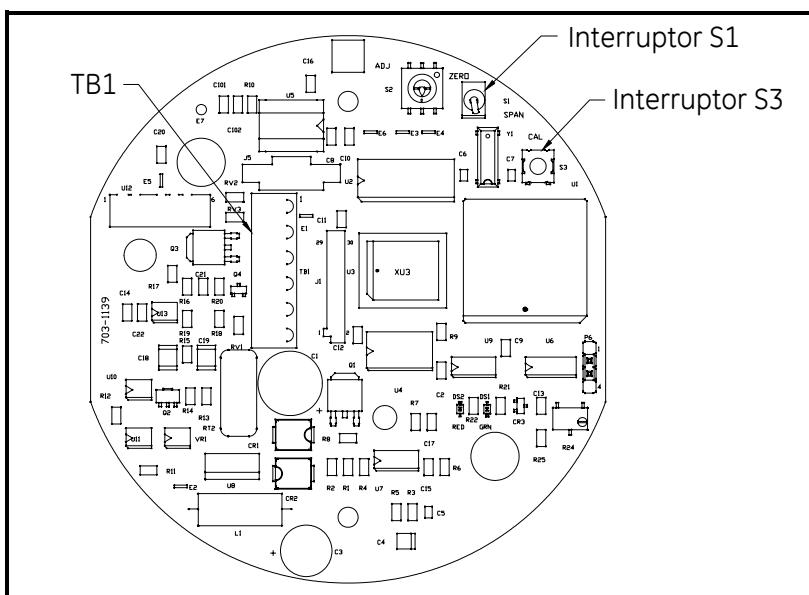

Figura 2-2: Interruptores de calibración PCB #703-1139
3. Vea la Figura 2-2 en la página siguiente, y localice los artículos siguientes:
3. Usando la Figura 2-2 en la página anterior como guía, localice el *Botón de calibración* (Interruptor S3). Oprima el *Botón de calibración* y manténgalo así durante 20 segundos. Durante este tiempo, se apagará la luz verde bajo el *Botón de calibración*.
2. Usando la Figura 2-2 en la página 2-6 como guía, localice el *Selector cero/intervalo* (Interruptor S1). Fije el *Selector cero/intervalo* (Interruptor S1) en la posición “1” (“Cero”).
3. Usando la Figura 2-2 en la página 2-6 como guía, localice el *Botón de calibración* (Interruptor S3). Oprima el *Botón de calibración* y manténgalo así durante 20 segundos. Durante este tiempo, se apagará la luz verde bajo el Botón de calibración.
2. Usando la Figura 2-2 en la página 2-6 como guía, localice el *Selector cero/intervalo* (Interruptor S1). Fije el *Selector cero/intervalo* (Interruptor S1) en la posición “3” (“Intervalo”).